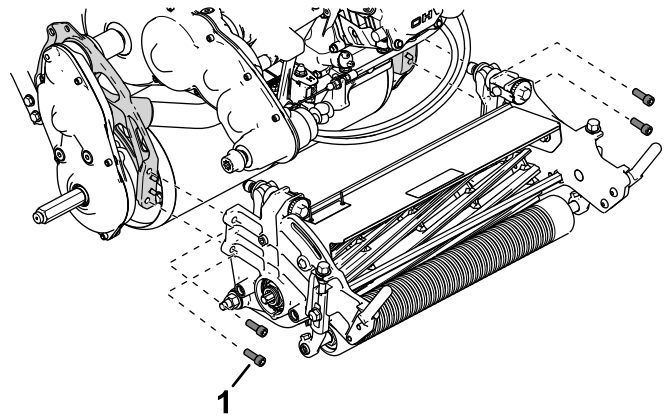

Figura 50
4. Remova os parafusos de cabeça cilíndrica que prendem a unidade de corte à estrutura (Figura 50).